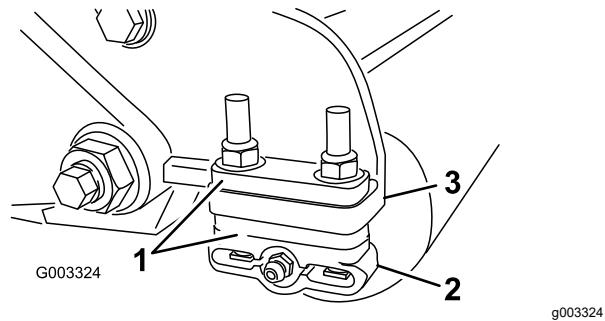

Bild 12
1. Stellen Sie die Halterungen (**Bild 12**) der Heckrolle auf den gewünschten Schnithöhenbereich ein; legen Sie die benötigte Anzahl von Distanzstücken unter den Montageflansch der Seitenplatte (**Bild 12**), siehe Auswahltabellen für Schnithöhe und Untermesser \(Seite 13\).